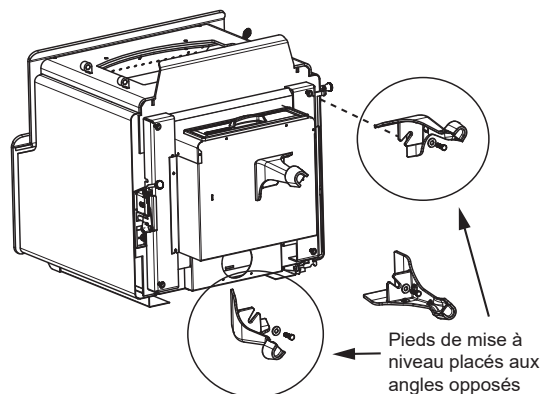

Figure 21.2
5. Installez les boulons de mise à niveau dans 2 pieds; ceux-ci devraient être placés dans des coins opposés (**Figure 21.2**).